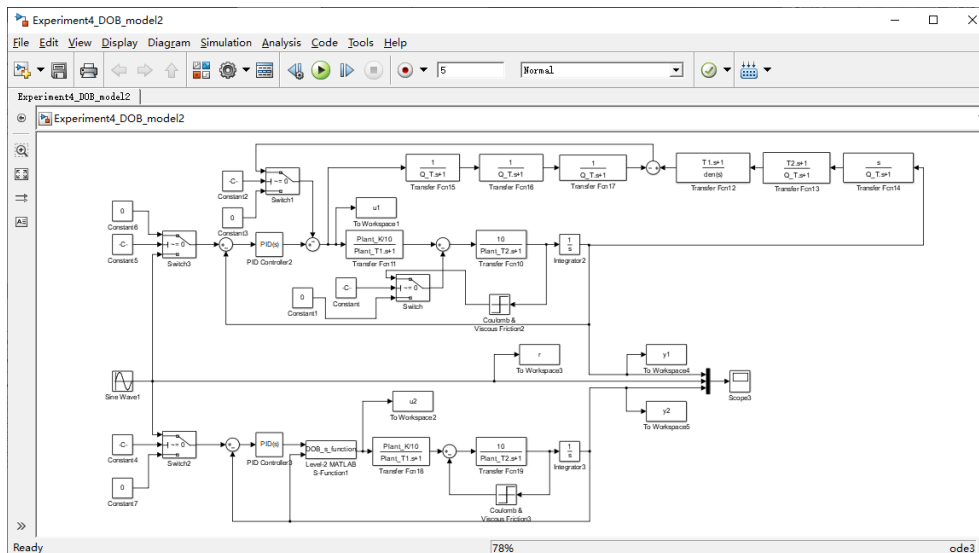

图 2：实验二仿真模型
运行实验四干扰观测器(学生版)文件夹下的 Experiment4\_DOB\_model2.slx，即为实验的仿真文件中的模型，如图 2 所示：
1) 满足双五指标的控制器参数（控制器参数设置界面截图 2 个：不加干扰观测器和加入干扰观测器）（1 分）